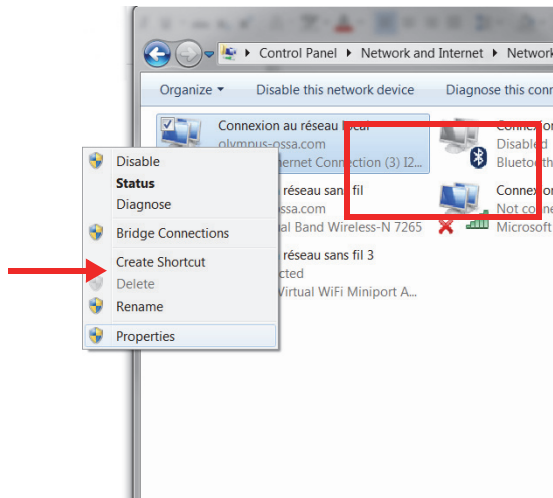

Figura 1-8 Configuraciones en la pestaña Advanced
4. En la pestaña **Advanced** (Avanzado), bajo la lista **Property** (Propiedades), seleccione ya sea el **Jumbo Packet** (Paquete Jumbo) o el **Jumbo Frame** (Trama Jumbo) [Figura 1-8 en la página 32].